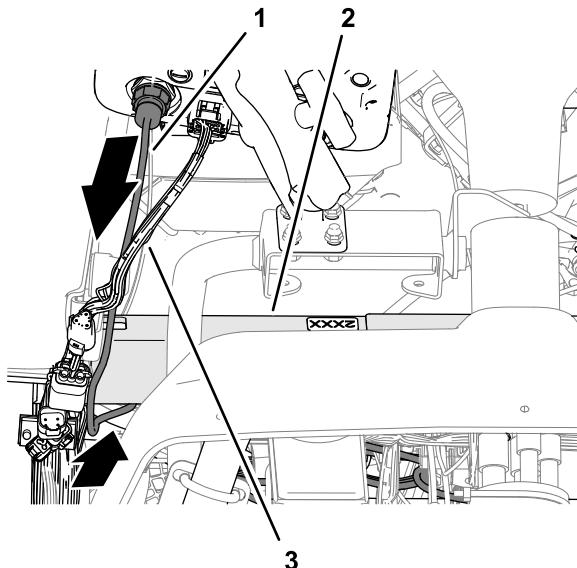

Figura 62
1. Enrute el arnés de datos del módem junto al arnés de datos de la consola de control (Figura 62).
2. Enrute el arnés de datos del módem por debajo del tubo de sujeción del amortiguador de la máquina (Figura 62).